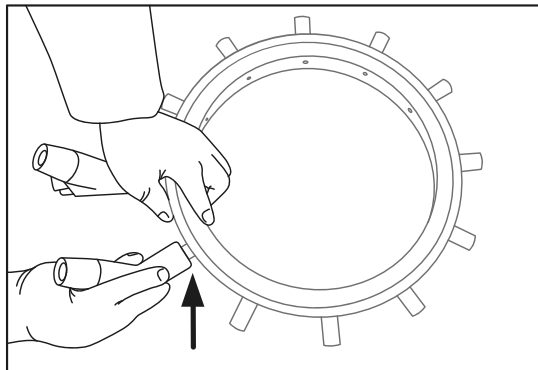

Figura 38.
**15.** Instale cada una de las válvulas externas disponibles (Figura 38).